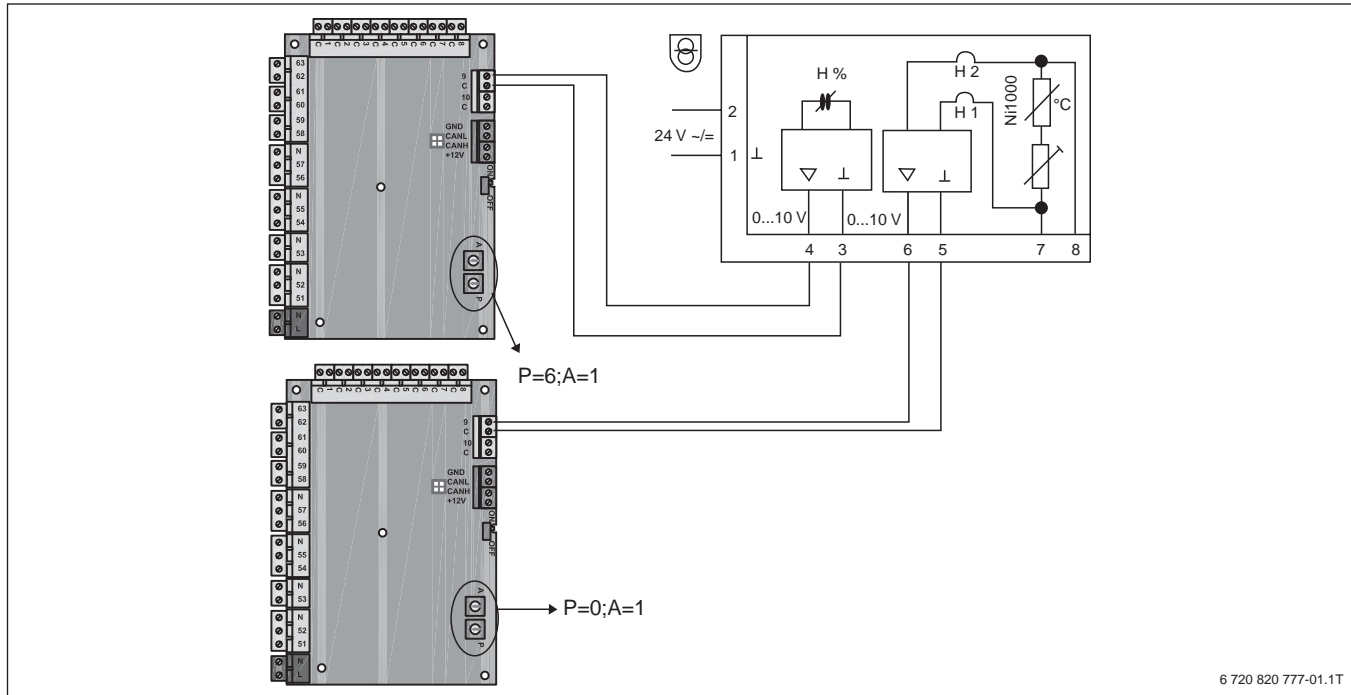

Bild 67 Anschluss Raumklimastation an Multimodule HHM17-1
- Die beiden 0 ... 10-V-Ausgänge der Klimastation Raummessumformer (Anschlussklemme 3 und 4 sowie Anschlussklemme 5 und 6) werden jeweils an den Anschlussklemmen 9 und C der Multimodule HHM17-1 angeschlossen (→ Bild 67).
- Die beiden Multimodule müssen terminiert werden, wie in Bild 67 gezeigt.